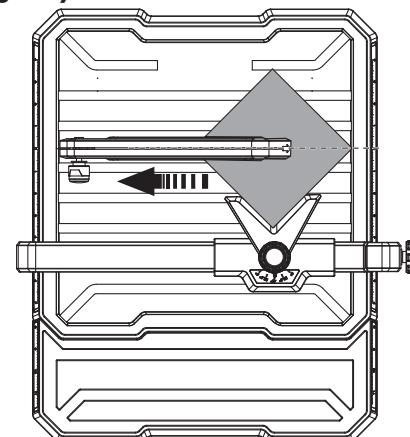

Fig. 18
**EFFECTUER UNE COUPE DIAGONALE DE 45° (Fig. 18)**